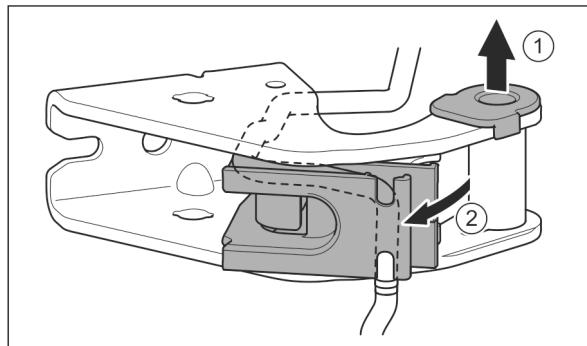

Fig. 24
- 将轴衬从导向装置拉出。 Fig. 24 (1)
- 旋出电缆支架。 Fig. 24 (2)